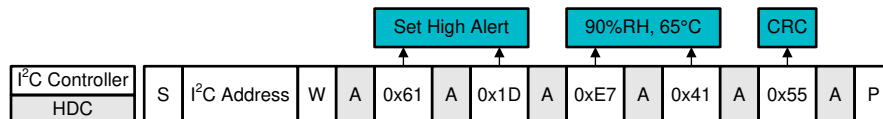

图 7-18. I²C 命令序列：Set High Alert 为 90% RH、65°C 的示例编程
- a. 图 7-18 说明了发送到 HDC302x-Q1 的适当命令。